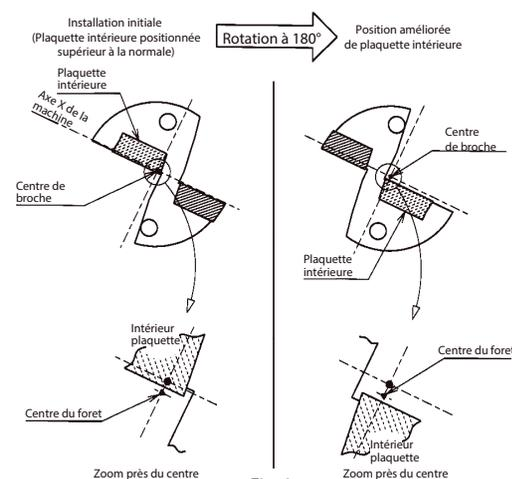

Fig. 8
1. Installer le foret et tourner de 180°. Cette méthode permet de résoudre la plupart des problèmes (Fig. 8)